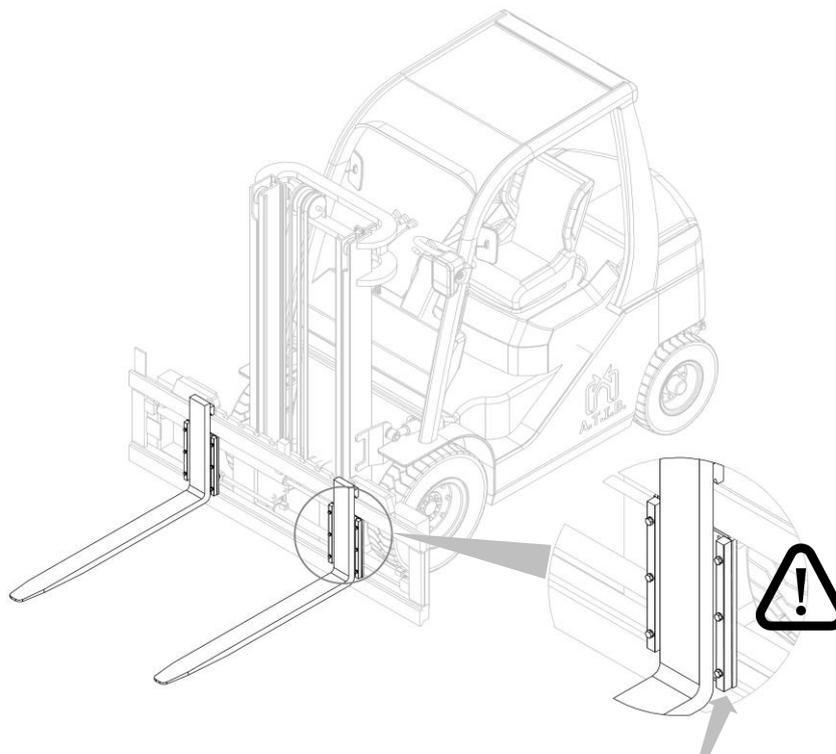

Figure 11
2. Après avoir monté les fourches, revisser les butées d'arrêt (voir *Figure 11*)